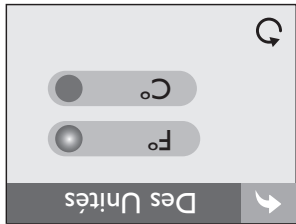

Figure 12.11b
1. Appuyez sur  à côté de l'unité de mesure que vous souhaitez afficher, Figure 12.11b.